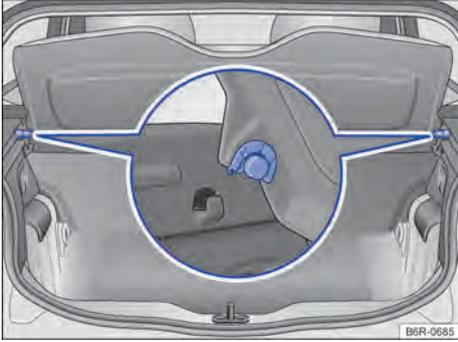

Fig. 92 En el maletero: desmontar y montar la bandeja trasera.
- Retirar la bandeja trasera de los soportes laterales por arriba → fig. 92.
- Presionar la bandeja trasera en los soportes laterales por abajo → fig. 92.